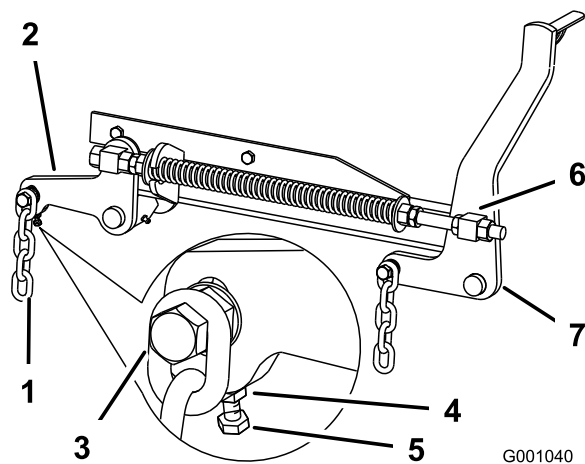

Figure 82
7. Si la distance mesurée au point B ou C n'est pas correcte, desserrez le boulon de fixation de la chaîne arrière au bras de support arrière (Figure 82).
- Desserrez l'écrou de blocage sous le bras de support arrière et agissez sur le boulon de réglage de manière à obtenir une distance de 80 à 83 mm (3-1/8 à 3-1/4 po) (Figure 82).
- Desserrez d'environ 13 mm (1/2 po) les écrous de blocage à l'avant des pivots avant gauche et droit (Figure 82).
10 mm (1/4 à 3/8 po) au point A par rapport au point B à l'arrière (Figure 82).